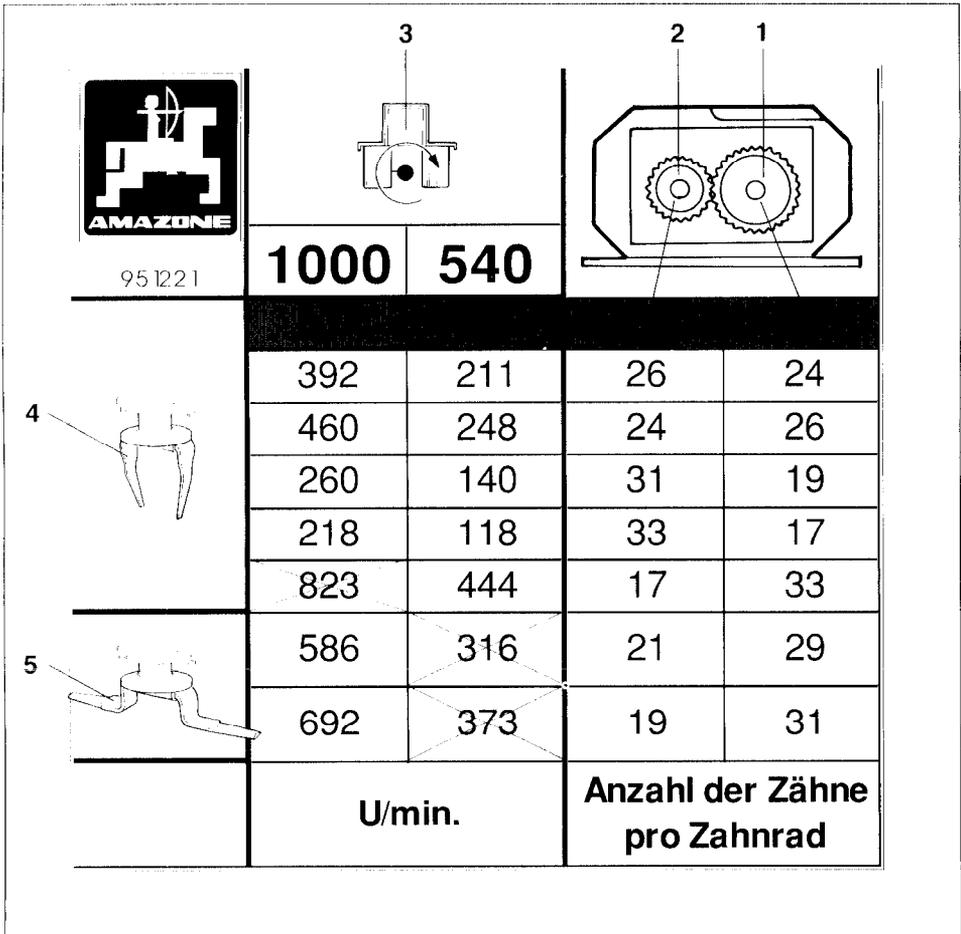
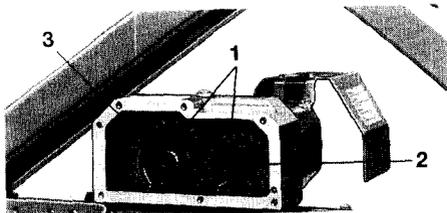

Fig. 10.3
Fig. 10.6
Die Zinkendrehzahl ist der Drehzahltablette (Fig. 10.3) zu entnehmen.
In der Drehzahltablette unter dem Schleppersymbol (Fig. 10.3/3) stehen die einstellbaren **Schlepperzapfwellendrehzahlen 1000 U/min. bzw. 540 U/min.** Wir empfehlen,
ein Zahnrad mit 21 Zähnen ist auf der Antriebswelle (Fig. 10.3/1) montiert,
ein Zahnrad mit 29 Zähnen ist auf der Nebenwelle (Fig. 10.3/2) montiert.
1. Bei AMAZONE-Kreiselleggen KE dürfen nur die Zinkendrehzahlen neben dem Symbol (Fig. 10.3/4) eingestellt werden.
Die Einstellung der Zinkendrehzahlen (bei 1000 U/min. Schlepperzapfwellendrehzahl) neben dem Symbol (Fig. 10.3/5) ist bei AMAZONE-Kreiselleggen KE **nicht gestattet**. Diese Zinkendrehzahlen sind vorbehalten für AMAZONE-Kreiselgrubber, die zum Mähen von Grünbracheflächen mit Mähmessern einschließlich Mähmesserschutz ausgerüstet sind.
2. Die Einstellung der Kreiselendrehzahl 823 U/min. neben dem Symbol (Fig. 10.3/4) ist wegen der zu hohen Drehzahl **nicht gestattet**.
- Die Zahnräder sind mit Halterungsfedern (Fig. 10.6/1) auf den Wellenenden gegen axiale Verschiebung gesichert. Halterungsfedern (Fig. 10.6/1) entfernen. Zahnräder von den Wellenenden der Antriebswelle (Fig. 10.6/2) und der Nebenwelle (Fig. 10.6/3) abziehen. Zahnräder im Getriebe anhand der Drehzahltable (Fig.10.3) untereinander austauschen oder durch einen anderen Zahnradsatz ersetzen.
- Halterungsfedern (Fig. 10.6/1) an beiden Wellen montieren.